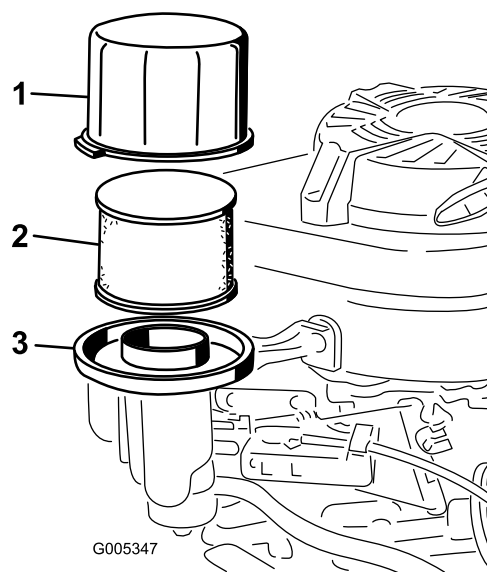

Figura 23
3. Scoateți capacul și curățați-l bine (Figura 23).
4. Îndepărtați și prefiltrul din spumă și filtrul de aer din hârtie de pe baza filtrului de aer (Figura 23).